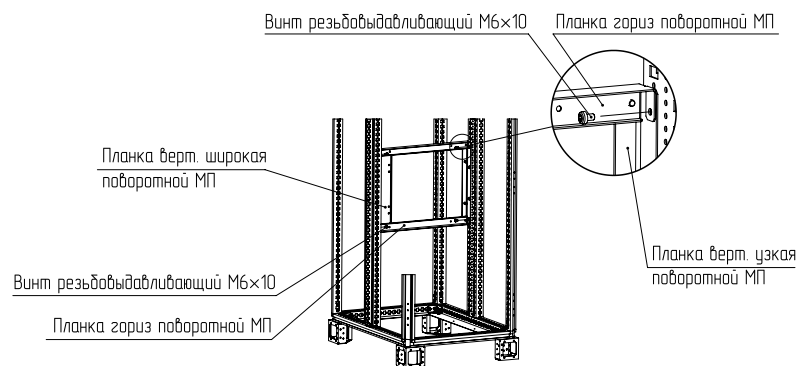

Рисунок 5
4.1.6 Закрепить планки горизонтальные поворотной МП винтами М6×10 (рисунок 5). Момент затяжки – 7 Н·м